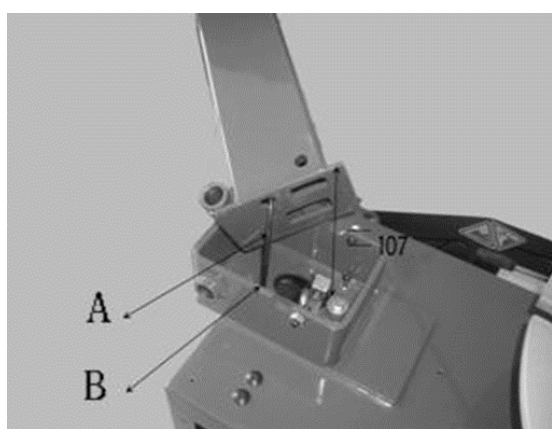

Рис. 10.3
10.1.4 Поднимите стойку, проденьте нижнюю полиуретановую трубку (рис. 10.3 А) в отверстие в верхней части корпуса (рис. 10.3 В).